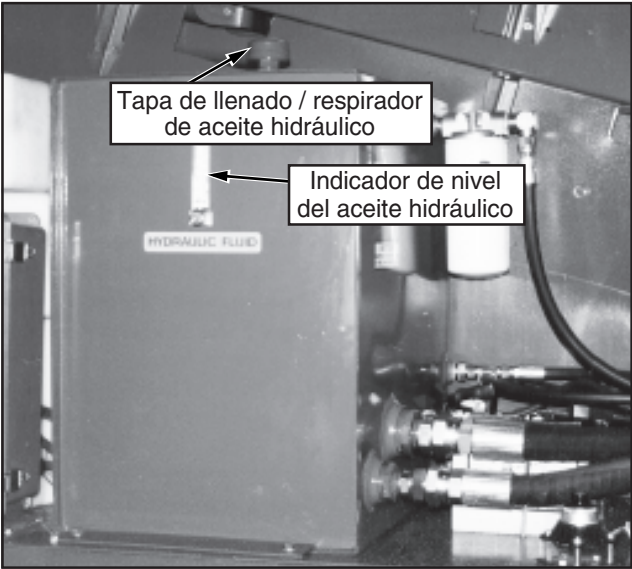

Figura 12: Tanque de aceite hidráulico
- Abra la cubierta de la torre izquierda y revise el nivel del aceite en el indicador con la pluma guardada y contraída. El motor en marcha o detenido. (ver figura 12)